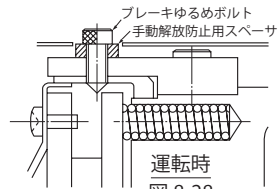

図 8-28
- (2) ブレーキを解放した後、再び元の状態に復帰させる場合は、安全のため(1)で取り外した手動解放防止用スペーサを元どおりに取り付けてください。(図 8-28 参照)
- (3) ブレーキゆるめボルトのサイズは次の通りです。